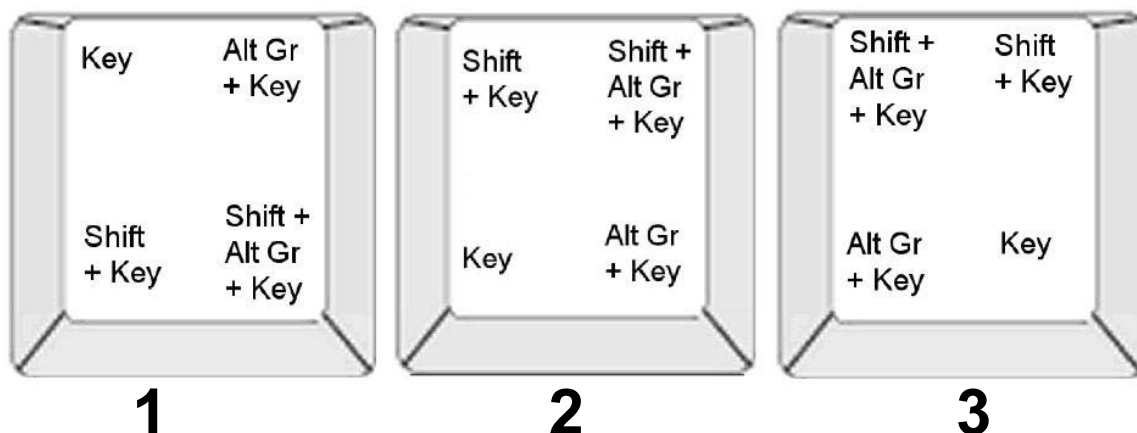

Рис. 4-1. Сочетания клавиш
На клавишах показаны символы в одном из четырех положений (см. раздел Figure 4-1). Положение символа на физической клавише показывает, как получить доступ к символам с использованием клавиш **<Shift>** и **<Alt Gr>**.
2. Введите соответствующее сочетание клавиш (см. раздел Figure 4-1). В следующей таблице показан пример сочетаний клавиш.